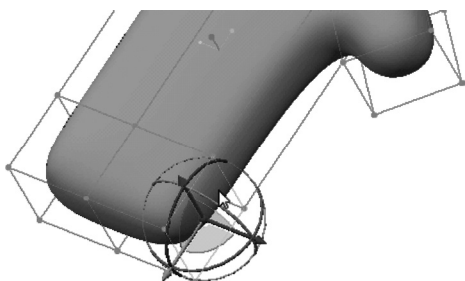
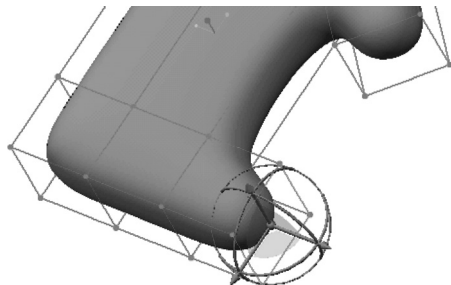

图 7-37 选择要操作的右下面
图 7-38 拉伸选定面
12) 选择图 7-37 所示的一个面,接着在“自由式”选项卡的“创建”组中单击 (拉伸) 按钮,以拉伸该面并开始创建瓶子手柄的下部,如图 7-38 所示。